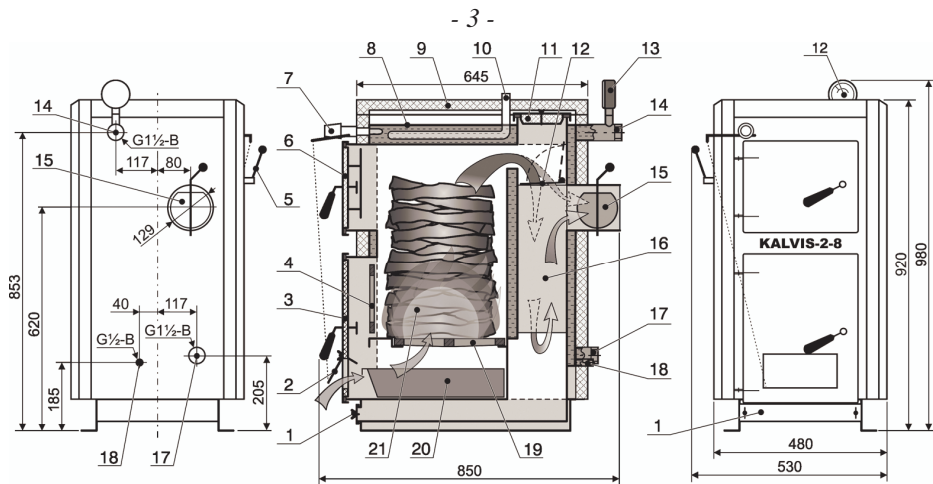

Рис. 1
Корпус котла, сваренный из стального листа, имеет емкости воды, в которых нагревается вода (см. рис. 1). Толщина стенок внутренней части корпуса 6 мм, внешней части – 3 мм. Снаружи котел покрыт декоративными термоизоляционными щитами. В передней части котла устанавливается регулятор тяги (п.7), управляющий заслонкой подачи воздуха (п.2), термоманометр (п.13), дверцы топки (п.3), за которыми расположены чугунные дверцы (п.4). Камера загрузки топлива закрывается дверцами (п.6). Внутри корпуса смонтирована заслонка розжига (п.12), открывающая путь дыму прямо в дымовую трубу, используется при розжиге котла или при пополнении топливом. Воздух, необходимый для горения, подается через колосники (п.19). Сверху, под снимаемым декоративным щитом (п.9), имеется крышка обслуживания (п.11) для чистки внутренних поверхностей котла.
С этой целью в корпус котла вмонтирован змеевик охлаждения (п.10, рис. 1), протекающая через который холодная вода уносит избыточное тепло и защищает котел от перегрева.
5.2. Топка котла (рис.1)